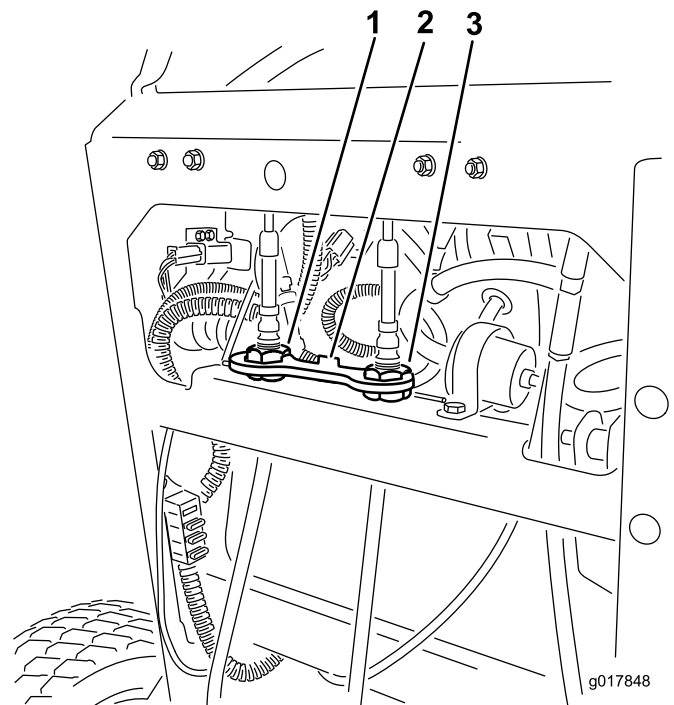

Bild 72
6. Setzen Sie das Kabelschloss in die Kabeleinstellmuttern ein, um die Einstellung zu arretieren (**Bild 72**).